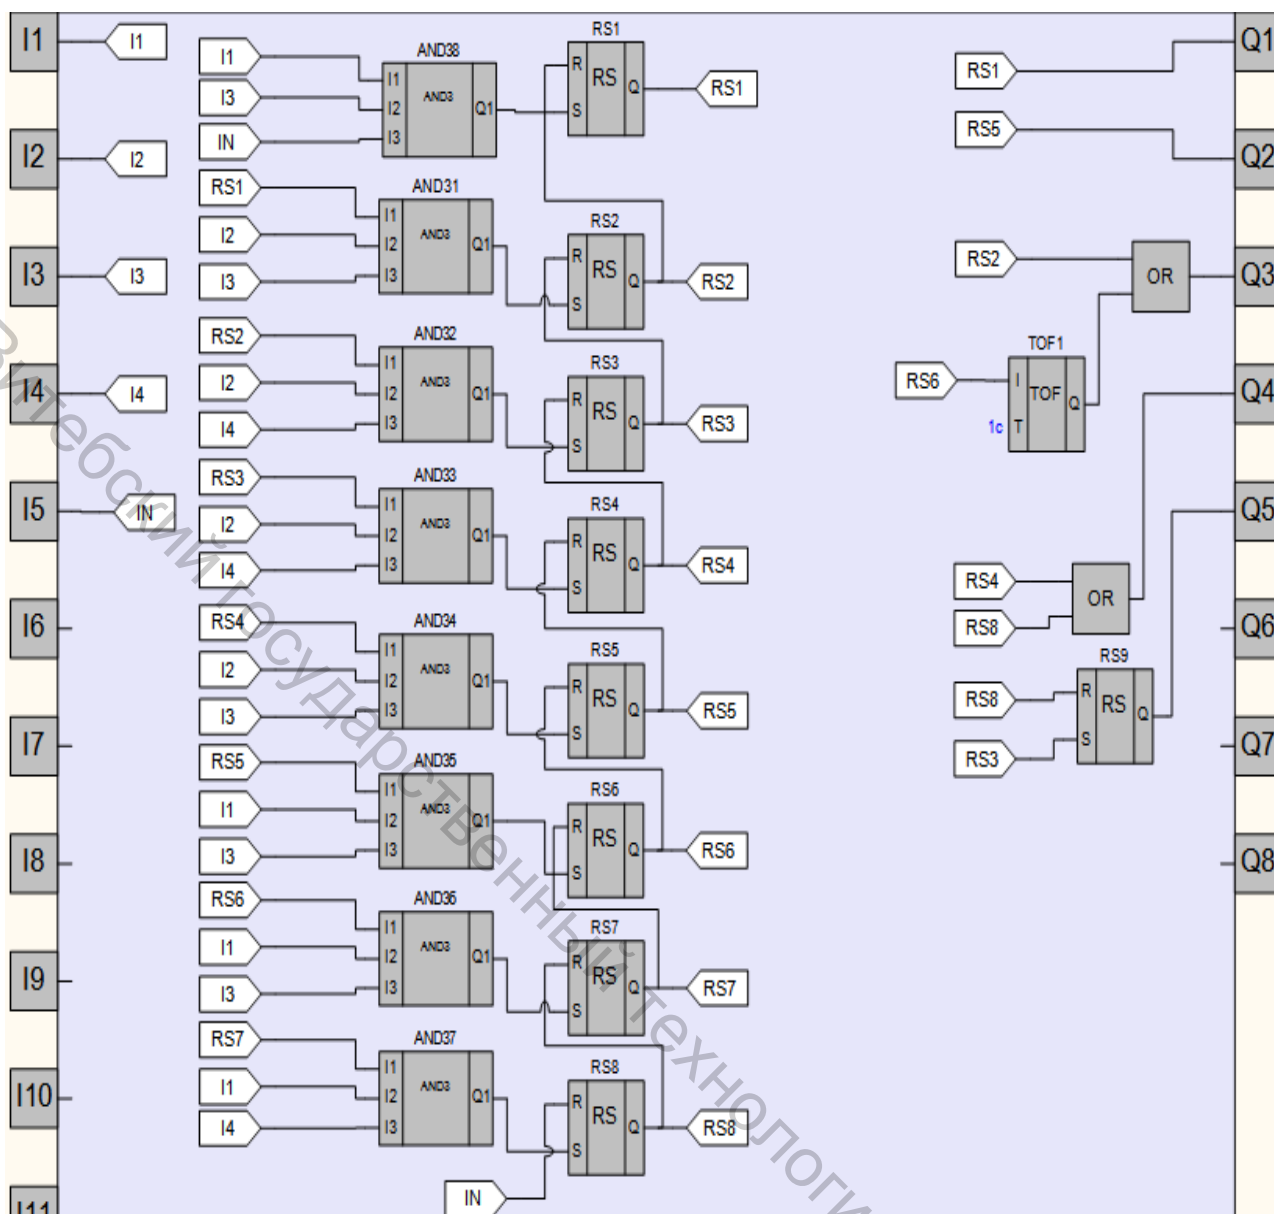

Рисунок 49 – Программа для ПП100 в OWEN Logic
2.2. Соберите схему представленную на рис.49. Основными элементами схемы являются: входы I1, I2, I3, I4 I5; выходы Q1, Q2, Q3, Q4, Q5; таймер задержки выключения сигнала TOF1; RS-триггеры RS1-RS9; OR-логический элемент «ИЛИ»; AND31-AND38- логический элемент «И».